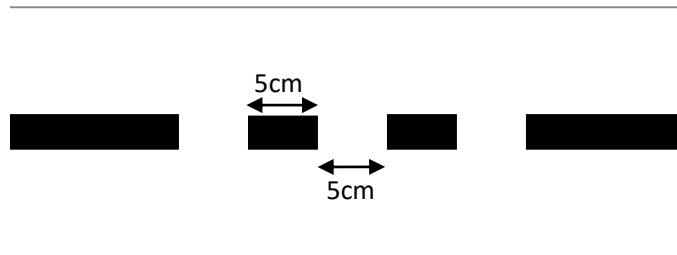

图2 虚线示意图
① **虚线：**该元素在直道上，铺设间隔 $5\text{cm} \pm 0.5\text{cm}$ 的黑色胶带，虚线总长不超过 100cm ，其示意图如图2所示。